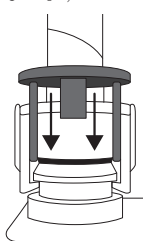
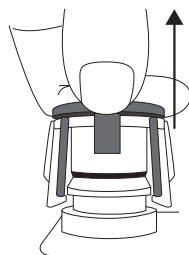

図 7
図 8
- 1) 取り外す時はカプラー⑦またはエアータイトキャップ⑪のロック解除ボタン(青色)を下方へ押し込む。(図7) 下方へ押し込んだ状態を維持し、上方へ引き抜く。(図8) (ロック解除ボタンを下方へ押し込んだ状態を維持しないと外れない。)